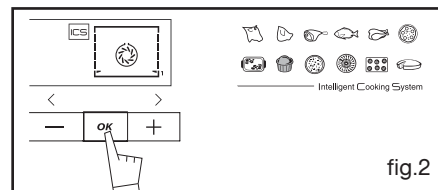

fig.2
- Bevestig door te drukken op de toets **OK** en het bakken gaat van start (fig.2).